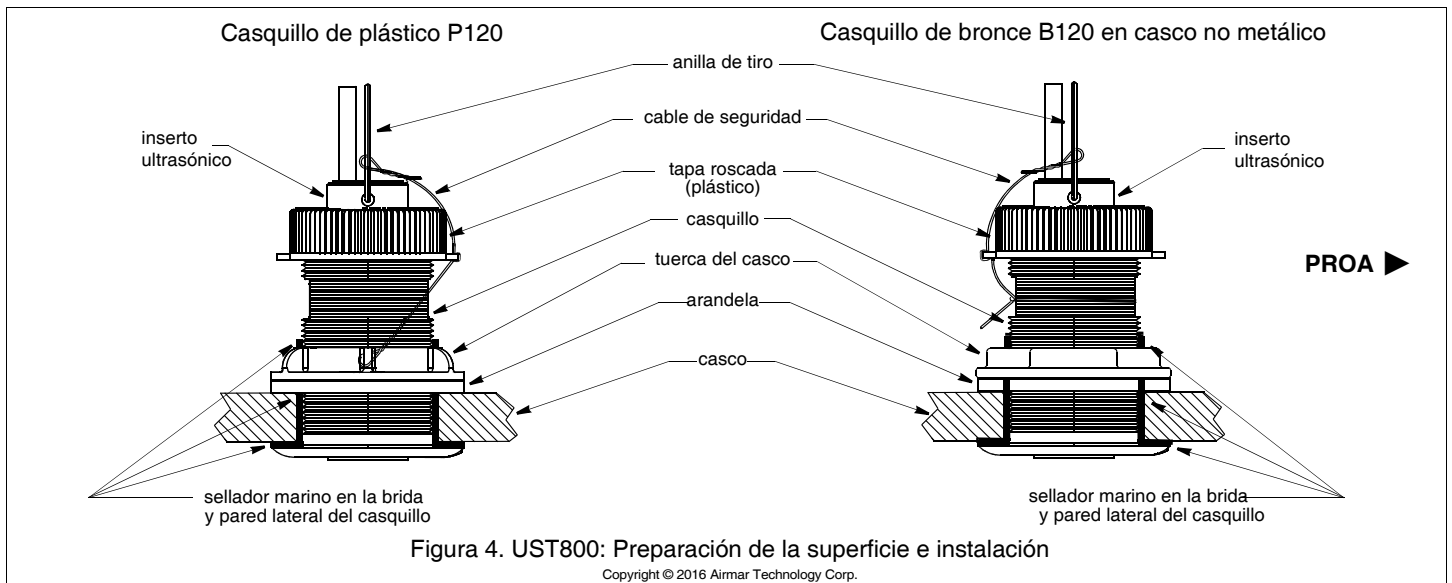

Figura 4. UST800: Preparación de la superficie e instalación
Aplice una capa de 2 mm (1/16") de sellador marino en torno a la brida del casquillo en contacto con el casco y a las paredes laterales del casquillo (Figura 4 o 5). *El sellador debe extenderse 6 mm (1/4") más arriba del espesor combinado del casco, la arandela y la tuerca del casco.* De este modo habrá sellador en la rosca para sellar el casco y mantener bien la tuerca del casco.
- Desde el exterior del casco, introduzca el casquillo en el orificio con un movimiento giratorio para que salga el exceso de sellador (Figura 4 o 5). *Alinee la flecha de la brida del casquillo de modo que quede orientada hacia la proa.* Si el sensor no se instala en el centro, el casquillo se debe situar con un ángulo ligeramente hacia la línea de crujía para que quede alienado con el flujo del agua.
UST800 (Figura 4)
1. Extraiga el inserto ultrasónico del casquillo retirando el cable de seguridad de la anilla de tiro y la tapa roscada. Desenrosque la tapa roscada (Figura 4).
4. Vuelva a colocar el cable de seguridad para evitar que el tapón obturador se salga en el caso improbable de que la tapa roscada se rompa o se rosque de forma incorrecta (Figura 4).
2. Extraiga el inserto ultrasónico del casquillo (Figura 4).
5. Coloque el tapón obturador en el casquillo. Asíntelo empujando con un movimiento de giro hasta que la cuña se acople en la muesca del casquillo. **Apriete la tapa roscada a mano.** No apretar en exceso. Vuelva a colocar el cable de seguridad (Figura 4).
9. Vuelva a colocar el cable de seguridad para evitar que el inserto ultrasónico/tapón obturador se salga en el caso improbable de que la tapa roscada se rompa o se rosque de forma incorrecta (Figura 4).